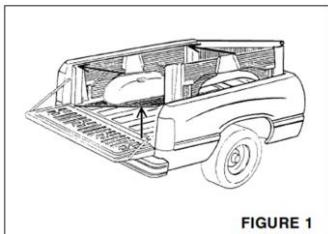

FIGURE 1
Enlevez les deux vis du plat de verrou de porte à rabattement arrière et mettez les de côté pour utiliser plus tard (Voir FIGURE 1).
Placez la doublure du plateau dans la benne du pick-up. Debout, à côté du pick-up et à proximité du centre de la benne, levez le côté de la doublure du plateau selon un angle de 45° de façon à ce que le côté opposé glisse en dessous de la paroi latérale du pick-up (voir FIGURE 1). Une deuxième personne peut être nécessaire pour aider à glisser la paroi de la doublure du plateau en dessous de la paroi latérale de la benne du pick-up.
1. Assembler les attaches "Liner-Lok" en glissant le crochet en métal dans le clapet en plastique (voir fig. 1)